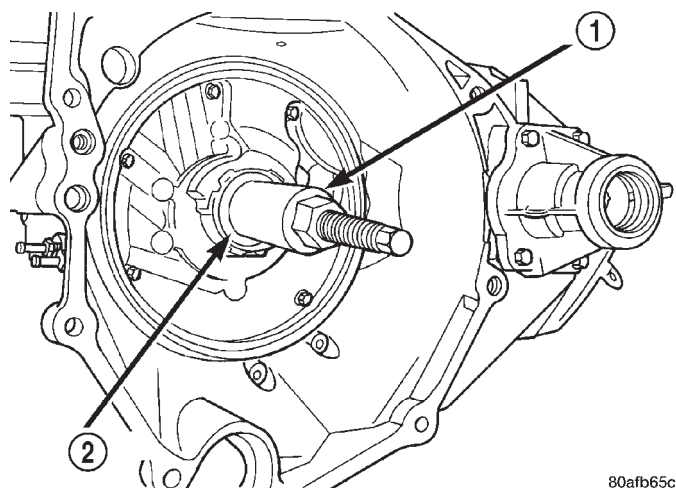

Fig. 265 Desmontaje de la junta de la bomba de aceite
(1) Retire el transeje del vehículo. (Consulte el grupo 21 - TRANSMISION/TRANSEJE/AUTOMATICO - 41TE - DESMONTAJE).
(2) Con la herramienta C-3981-B, desmonte la junta de la bomba de aceite (Fig. 265).